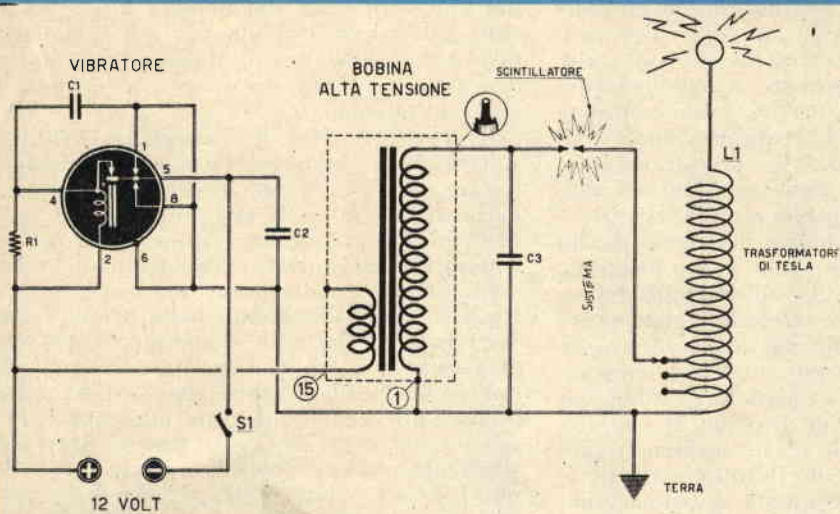

Fig. 1
**Fig. 1 - Schema elettrico del trasformatore di Tesla completo di alimentatore.** Sono indicati i numeri corrispondenti alle connessioni dello zoccolo del vibratore e quelli (1-15) della bobina di alta tensione che non dovranno essere invertiti poichè il numero 1 deve essere collegato a massa.